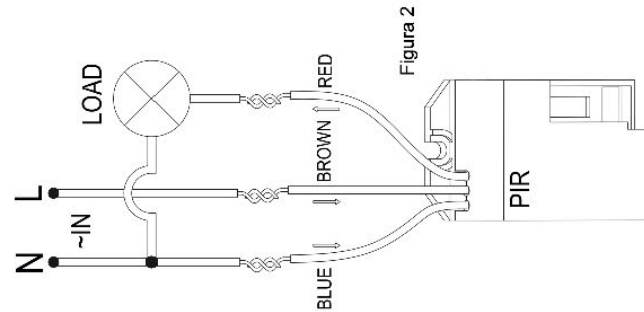

Figura 2
- 2 Collegare alimentazione e carico secondo lo schema elettrico fornito (vedi Figura 2).